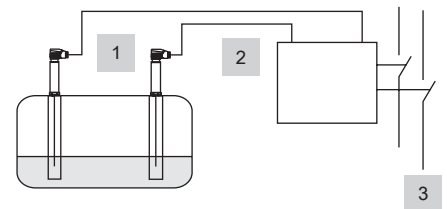

图8.
- 图8. 由2个液位探头LP40和1个液位开关LCS3050组成的组合设备作为液位限制器。液位开关打开两个独立的安全回路。功能安全符合IEC 61508，SIL 3。